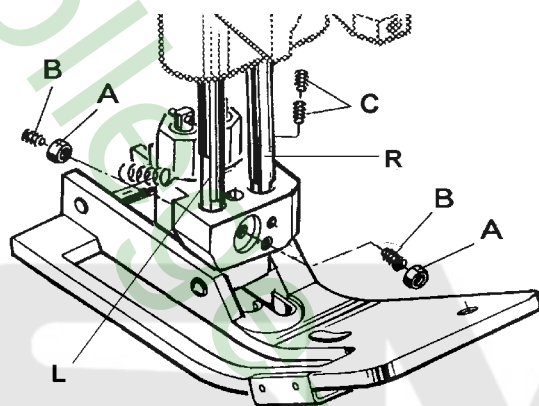

Fig. 16
Remove the needle and rotate handwheel until the feed dog is below the throat plate. Depress the presser foot lifter lever and insert the presser foot in the two presser bars (L and R, Fig. 16). The left presser bar (L) should only engage with its pivot in the opening of the presser foot shank.
Loosen the two lock nuts (A, Fig. 16) and align with the two set screws (B), the needle slot in the presser foot with the needle slot in the throat plate. Secure this setting with the two lock nuts (A).
Remueva la aguja y gire el volante hasta que el alimentador se encuentre debajo de la placa de la aguja. Presione la palanca del levantador del pie prensateclas e inserte el pie prensateclas en las barras (L y R, Fig. 16). La barra izquierda (LR) debería entrar solamente con el pivote en la apertura del pie prensateclas.
Afloje las dos tuercas (A, Fig. 16) y alinee con los dos tornillos (B) el hueco de la aguja en el pie prensa tela contra el hueco de la aguja en la placa de la aguja. Asegure este ajuste con los dos tornillos (A).